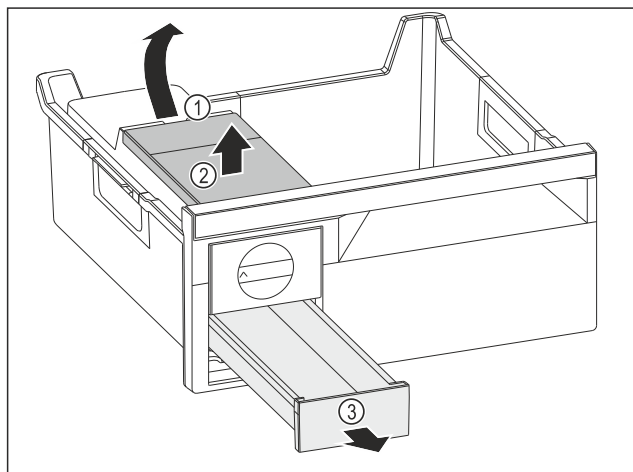

Fig. 73
- ▶ Estrarre il serbatoio dell'acqua: Sollevare il serbatoio dell'acqua nel vano Fig. 73 (1).
- ▶ Estrarre il serbatoio dell'acqua Fig. 73 (2) verso l'alto.
- ▶ Estrarre il cassetto del ghiaccio Fig. 73 (3) in avanti.